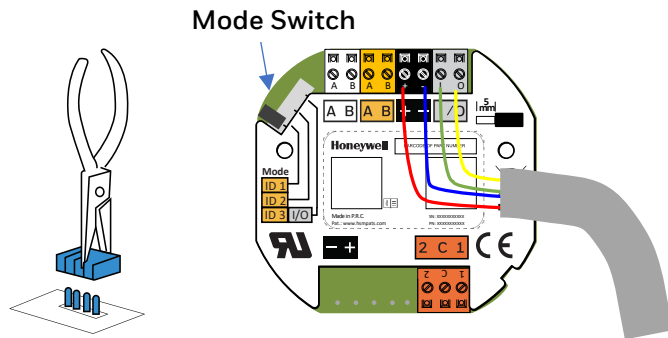

Abb. 1: Aufstecken der Klemmen und Anschlussdrähte verlegen
- Die ordnungsgemäße Funktion der Systevo Betteneinheit ist nur bei korrekter Montage gem. Abb. 1 - 5 gewährleistet!
- Werkseitig ist der Mode Switch (siehe Abb. 1 + 3) in Stellung ID1. (DBUS Betrieb mit der ID 1).
- Aufstecken der Anschluss-Stecker (Abb. 1)
Anschlussklemmen lagerichtig aufstecken! Die Anschlussdrähte müssen aus der Mitte heraus zu den Anschlussklemmen geführt werden (siehe Abb. 1).